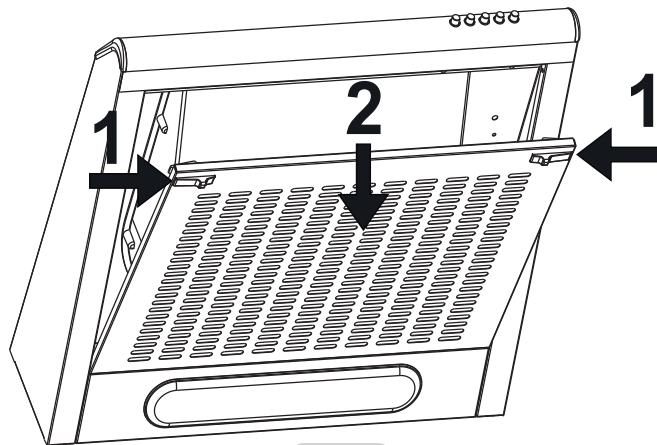
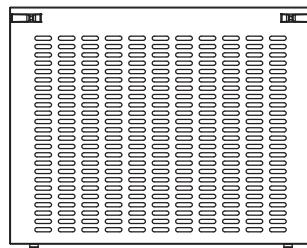

Рис. 8
Рис. 10
Для снятия перфорированной решетки (**рис.8**) следует свести замки 1 и потянуть на себя вниз 2, снять ее. Установка фильтра выполняется в обратном порядке..
- снять перфорированную решетку 1 (**рис.8**), формат фильтров показан на (**рис.10**);